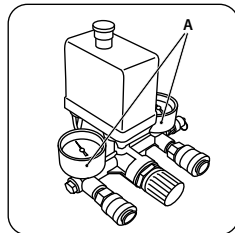
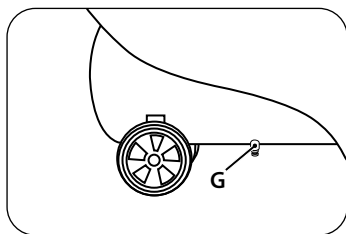

рис. 9
рис. 10
Ресивер оборудован манометром (А) (рис. 9) для контроля давления, а также клапаном для слива (уделения) конденсата (G) из ресивера (рис. 10)
При первом запуске компрессор должен проработать без нагрузки около 10 минут с полностью открытым регулятором давления выходного воздуха и клапаном слива конденсата из ресивера (рис. 10).